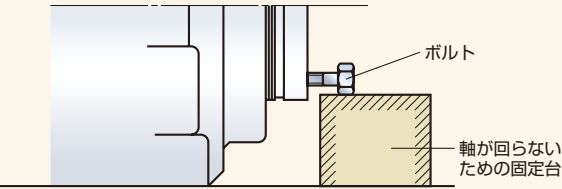

図4 軸固定法
- (a) ボーリングバー取付用ボルトをねじ込み、軸が回らないようセットする(図4参照)。